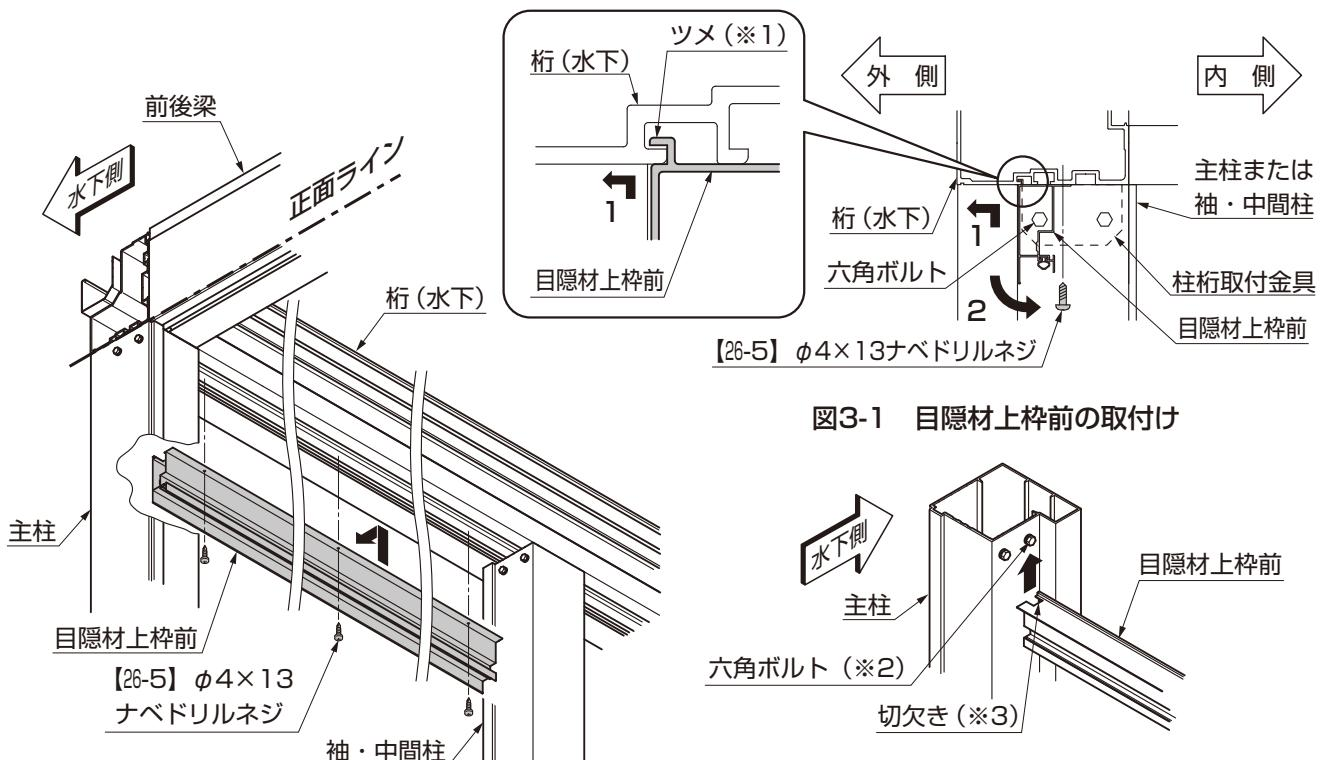

図3-1 目隠材上枠前の取付け
①目隠材上枠前のツメ（※1）を、桁底部の溝に引っ掛けて、【26-5】で固定してください。（図3-1参照）